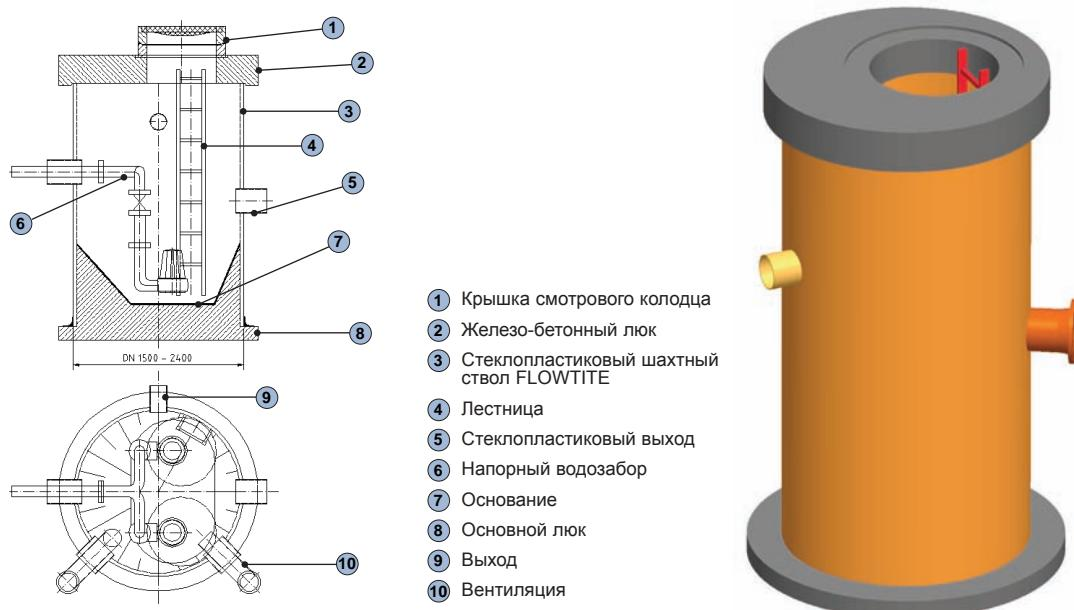

Рисунок 3-2-2 Возможное решение для размещения насосной станции в стеклопластиковом смотровом колодце, основанное на обычной стеклопластиковой трубе
- для зон с нагрузкой транспорта необходимо использовать бетонные люки, которые подгоняются для конкретного класса нагрузки транспорта (см. **рисунок 3-2-2**).